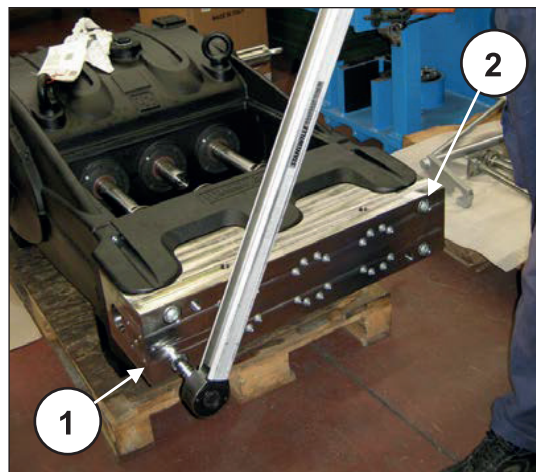
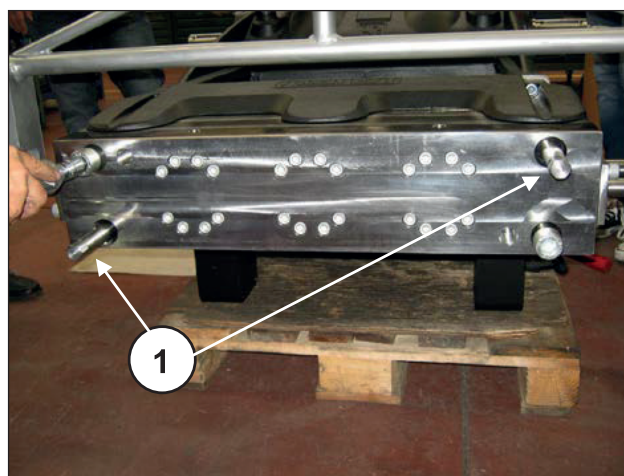

Fig. 167
Fig. 168
Svitare due viti fissaggio testata M24 diametralmente opposte (pos. ① e ②, Fig. 167) sostituendole con due viti-spina di servizio (cod.27807000) (pos. ①, Fig. 168), quindi procedere alla rimozione delle restanti 2 viti.